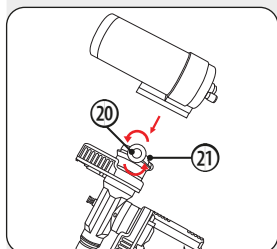

Fig. 14 : Fixation du tube optique
7.4. FIXATION DU TUBE OPTIQUE (FIG. 14)
1. Desserrez la vis de serrage (20) sur le guidage en queue d'aronde (21) de la monture et dévissez-la jusqu'à ce qu'elle ne bloque plus le guidage en queue d'aronde. (Fig. 14, I)
4. Serrez la vis de serrage (20) de manière à ce que le tube optique soit solidement fixé dans le rail du tube et ne puisse pas glisser.